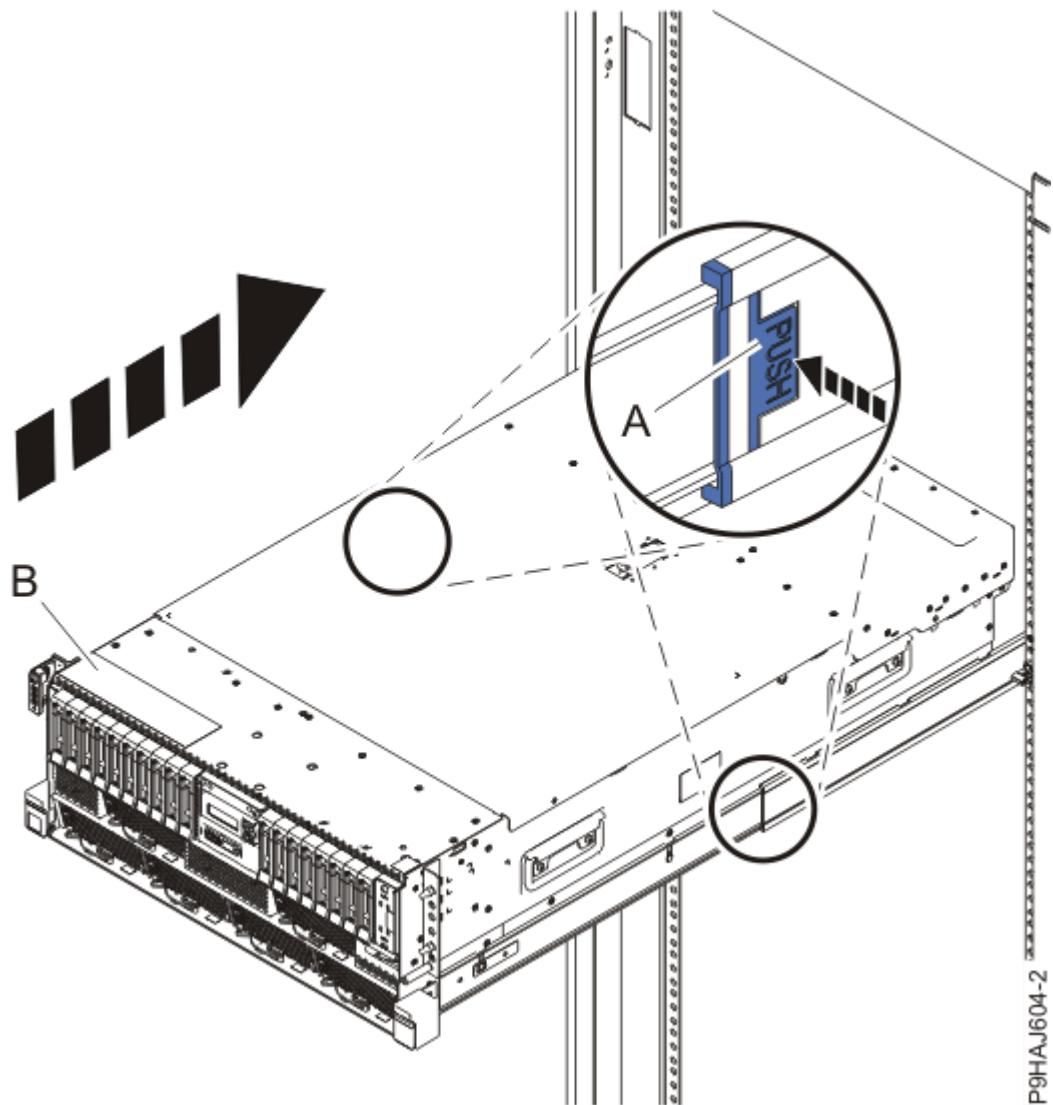

図 36. システムの操作位置への設置
3. ラック・マウント型システムの場合、青色のレール安全ラッチ (A) を、45 ページの図 36 に示されているように内側に押してアンロックします。